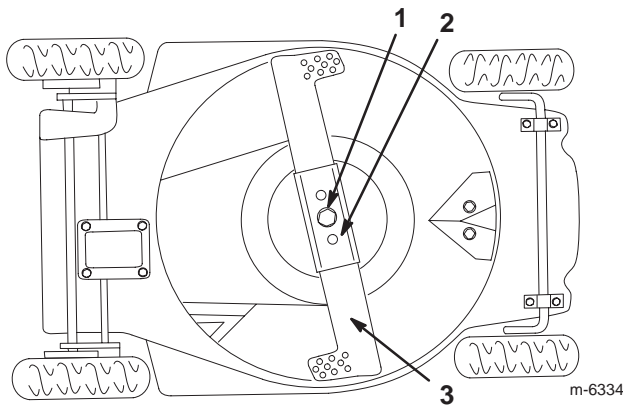

Figure 28
3. Basculez la tondeuse sur le côté **gauche** (Fig. 28).
2. Enlevez le boulon et la rondelle de blocage de la lame, la lame et le renfort (Fig. 28).